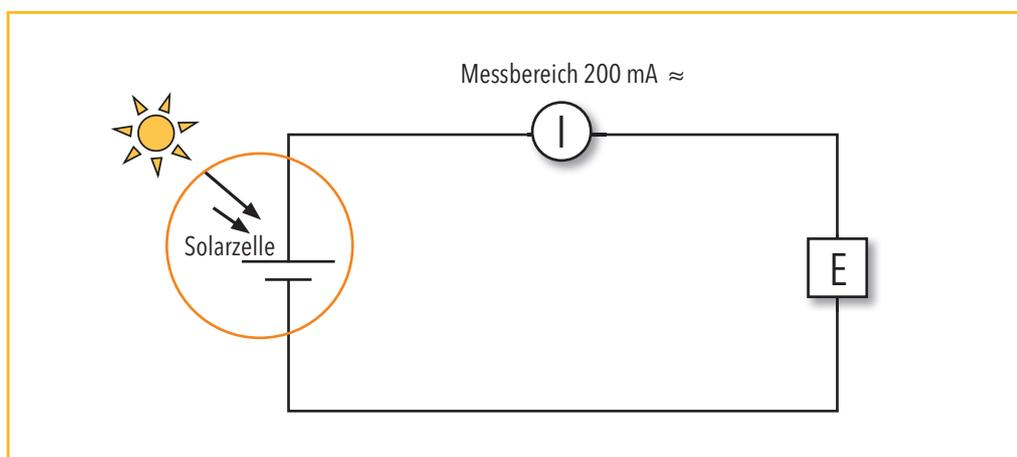

Abbildung 5.6: Schaltskizze Experiment 5.2
Der Modell-Elektrolyseur (E) wird gemäß mitgelieferter Anleitung mit destilliertem Wasser befüllt. Die Solarzelle wird mit dem Strommessgerät und dem Elektrolyseur verbunden (vgl. Abbildung 5.6). Der Baustrahler wird in ca. 30 Zentimeter Entfernung von der Solarzelle aufgestellt und eingeschaltet. Es wird solange elektrolysiert, bis ein Tank komplett mit Gas gefüllt ist.